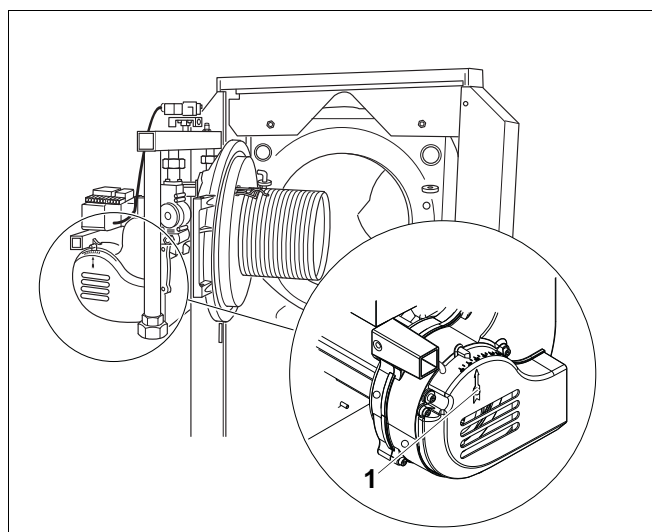

Рис. 21 Установка горелки в положение для осмотра
- Откройте дверцу горелки (рис. 21).
- Сравните установку ALF с положением при пуске в эксплуатацию, отмечено стрелкой (рис. 21, поз. 1).
- Проверьте надежность установки. Указатель ALF должен быть зафиксирован в положении 1,5 (рис. 21, поз. 1; проверьте фиксацию)!